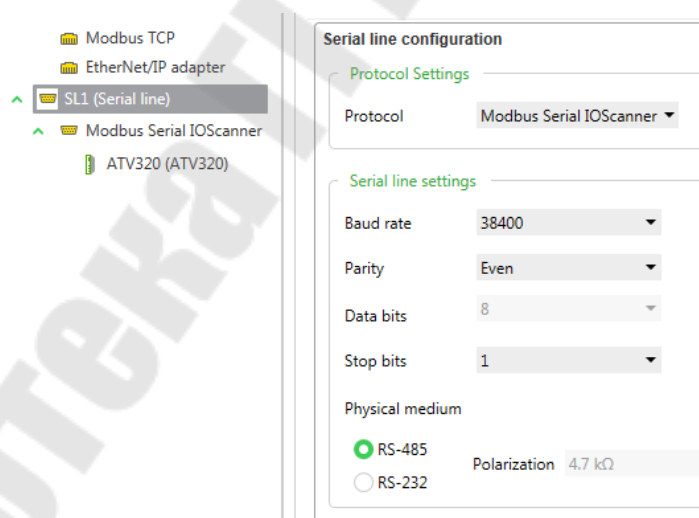

Рис. 14.6. Указание параметров соединения
2. В подразделе *SL1 Serial line* необходимо указать параметры соединения (рис. 14.6), которые должны совпадать с параметрами ПЧ (см. рис. 14.3).